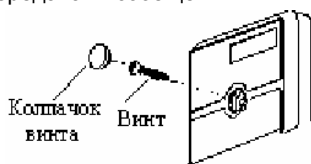

Рисунок 4. Компоновка передней крышки
- A. Удалите винт на передней крышке (см. Рисунок 4). Круглая пластмассовая заглушка поставляется в отдельном полиэтиленовом пакете.
- A.** Установите крышку, чтобы отверстие было над LED индикатором. (см. Рисунок 4).